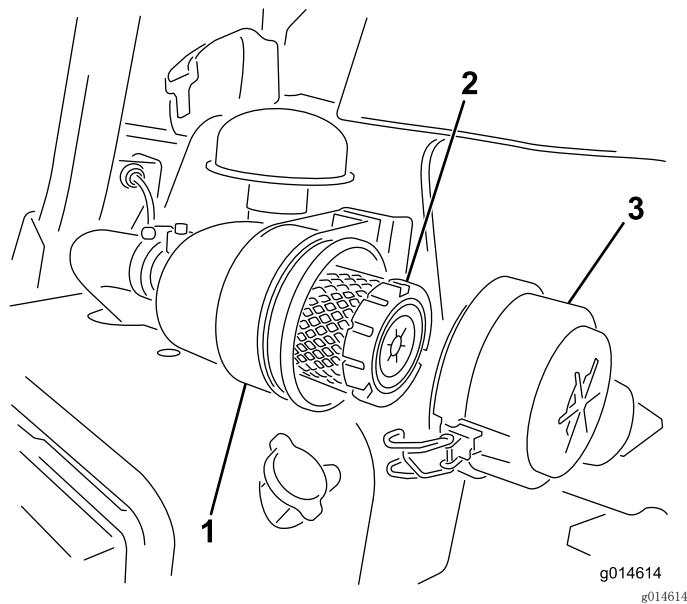

图44
1. 松开将空气滤清器盖固定到空气滤清器壳体上的门锁（图44）。
6. 固定搭扣（图44）。